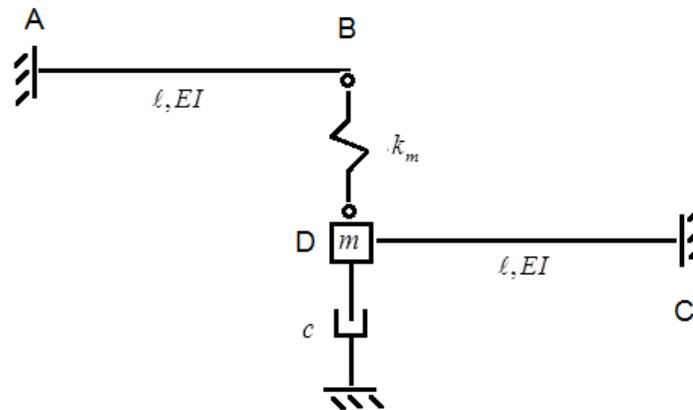

Figura 1
- Propor o oscilador de um grau de liberdade que representa o sistema da Figura 1, calculando a rigidez da mola que lhe é equivalente;